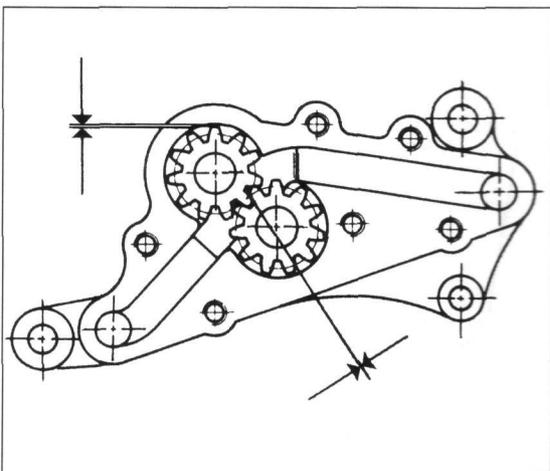

Bild 115
- Spiel der Zahnäder zwischen den Zahnflanken mit Fühlerlehre messen (Bild 115). Maximal tolerierter Wert 0,10 mm.
-  Spiel zwischen Pumpengehäuse und Zahnradspitzen darf maximal 0,10 mm betragen (Bild 115).